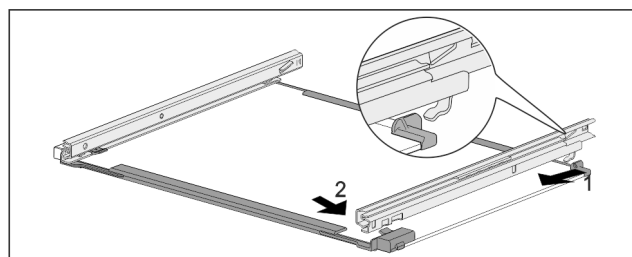

Fig. 59 Ripiano in vetro con guide
- ▶ Agganciare la guida sul lato posteriore. Fig. 59 (1)
- ▶ Innestare la guida sul lato anteriore. Fig. 59 (2)